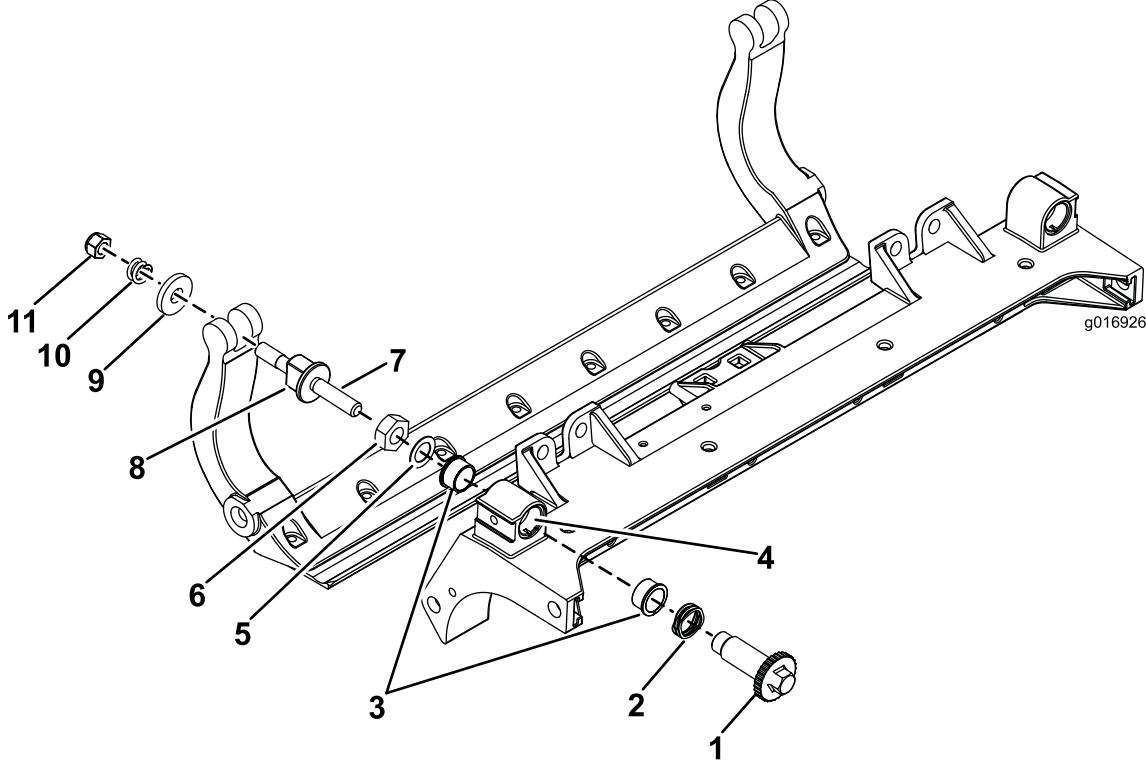

Figura 32
- Retire todas as peças (consulte as *Instruções de instalação* do Kit DPA HD Modelo n.º 120-7230 e Figura 32).
- Aplique Never Seize no interior da área dos casquilhos na estrutura central da unidade de corte (Figura 32).
- Alinhe as chaves nos casquilhos das flanges com as ranhuras na estrutura e instale os casquilhos (Figura 32).